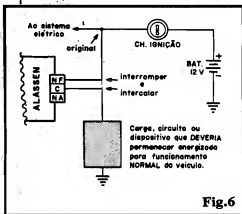

Fig.6
- FIG. 6 - AMPLIANDO AS POSSIBILIDADES DE APLICAÇÃO FINAL - Para o Hobbysta "macaco velho", que já está "careca" de saber como se comportam eletricamente os contatos de saída de um relé reversível, lembramos que também o terminal "NF", em conjunto com o "C", poderá ser usado, só que a intermitência do ALASSEN agirá "desligando" ciclicamente algo que deveria permanecer ligado ou energizado, para perfeito funcionamento do motor do veículo... No caso, basta interromper a linha da alimentação de tal dispositivo, e intercalar as ligações (indicadas por setas brancas) vindas dos terminais "C" e "NF" do ALASSEN...